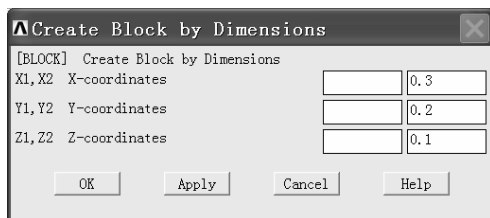

图 3-6 “Create Block by Dimensions”窗口
(6) 在“Linear Isotropic Properties for...”窗口中“DENS”后的方框内输入“7900”，在“EX”后的方框内输入“2e11”，在“NUXY”后的方框中输入“0.3”。以上输入表示：材料的密度为 7900kg/m^3 ，杨氏模量为 $2 \times 10^{11}\text{Pa}$ ，泊松比为 0.3。特别说明，以上输入框中“2e11”表示“ 2×10^{11} ”，同理“5e-6”表示“ 5×10^{-6} ”。再单击“OK”按钮返回“Define Material Model Behavior”窗口，单击该窗口右上角的叉号关闭该窗口。
(7) 依次选择 Main Menu>Preprocessor>Modeling>Create>Volumes>Block>ByDimensions，弹出“Create Block by Dimensions”窗口（见图 3-6）；在“X1, X2 X-coordinates”后的第二个方框中输入“0.3”（第一个方框中没有填写任何数字，默认为“0”），在“Y1, Y2 Y-coordinates”后的第二个方框中输入“0.2”，在“Z1, Z2 Z-coordinates”后的第二个方框中输入“0.1”，然后单击“OK”按钮，长方体已生成。